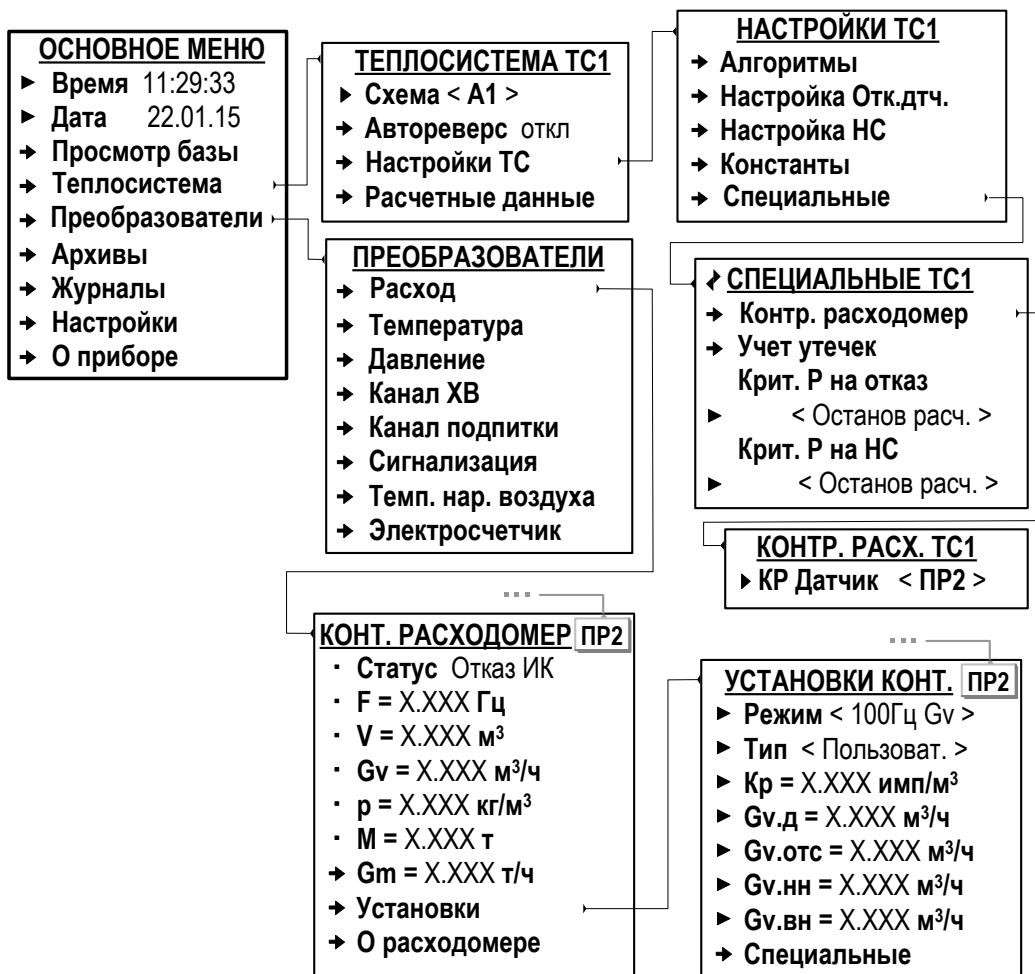

Рис.25. Вид меню настройки контрольного ПР (режим СЕРВИС).
- 6.5.2.5. Также для соответствующих схем теплоучета (в которых такая возможность предусмотрена) может быть назначен «контрольный» расходомер. Необходимые настройки выполняются в меню **Теплосистема / Настройки ТС / Специальные / Контр. расходомер** (рис.25): для параметра **KР Датчик** из списка выбирается и устанавливается значение **ПР2** (либо **ПР1, ПР3, ПР4**).
После чего в меню **Преобразователи / Расход / Установки** в окне индикации **УСТАНОВКИ КОНТ. ПР2** (либо ПР1, ПР3, ПР4) становятся доступными установочные параметры для назначенно-го «контрольного» преобразователя расхода (рис.25).